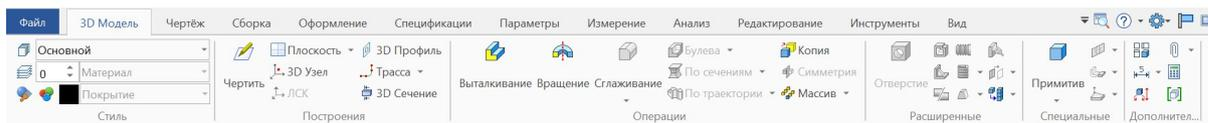

Рис. 11
- **3D-модель** (рис. 11) – управление свойствами создаваемой детали, добавление вспомогательных 3D-элементов (например, дополнительных рабочих плоскостей и сечений), операции формирования 3D-элементов на базе созданных эскизов и дополнительных 3D-элементов детали, добавление «примитивов» (готовых 3D-элементов в виде объемных геометрических фигур), добавление размеров и обозначений;